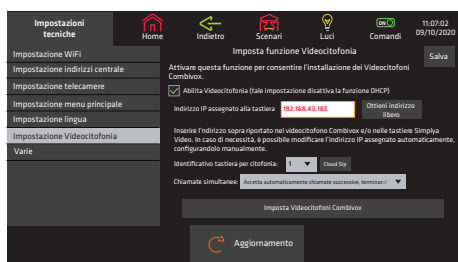

Fig.48a
N.B.: attivando tale impostazione verrà disabilitata la funzione DHCP, per questo prendere nota dell'indirizzo IP assegnato alla tastiera, che compare in fig 48a, e utilizzarlo per impostare i Videocitofoni e le tastiere Simplya Video Smart. In caso di necessità è possibile impostare tale indirizzo IP manualmente.